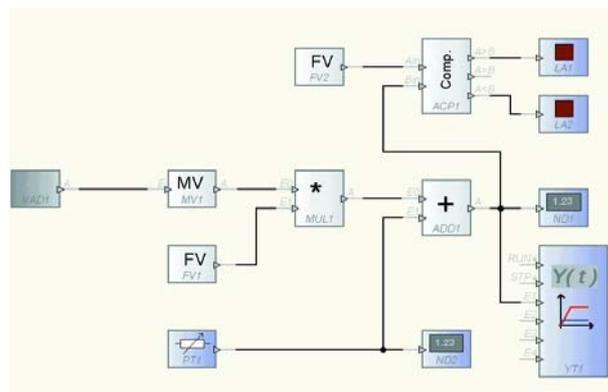

Figure 6. Structure du circuit dans l'exemple d'application.
- Il faut maintenant compléter le circuit dans Profilab-Expert conformément au cahier des charges (**figure 6**). La moyenne (MW1) du signal d'entrée numérisé par la carte est tout d'abord calculée pour stabiliser la valeur de mesure. Elle est ensuite mise à l'échelle en la multipliant par une constante (FW1) au moyen d'un multiplicateur (MUL1). Le signal mis à l'échelle passe ensuite par un additionneur qui permet d'effectuer le calibrage. Le potentiomètre PT1 ajoute à la valeur de mesure mise à l'échelle un décalage (*offset*) positif ou négatif permettant d'ajuster la tension de mesure. ND2 affiche la valeur du décalage sur le panneau frontal de l'application. Les paramètres d'ajustement du décalage et de son affichage peuvent être configurés grâce au dialogue des propriétés des éléments du panneau frontal. La valeur du signal à la sortie de l'additionneur (température mesurée  $\pm$  offset) est indiquée par l'afficheur numérique ND1 et enregistrée en fonction du temps par le traceur Y(t). Le signal de mesure est envoyé en même temps à un comparateur. Ce dernier commut 2 lampes de signalisation en fonction de la constante prédéfinie FW2, indiquant ainsi le dépassement vers le haut ou vers le bas du seuil de température. La valeur fixe FW2 représente donc le seuil de commutation désiré.